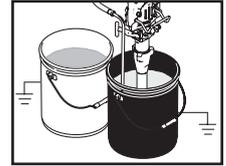

Fig. 16
9. Ruotare la valvola di sicurezza in posizione di scarico. (Fig. 16)
10. Collocare la pompa in un secchio metallico collegato a terra e parzialmente riempito di liquido di lavaggio. Collegare il filo di terra al secchio e alla terra vera. Eseguire i passaggi da 1 a 5 di "Avviamento" per lavare l'olio di deposito contenuto nello spruzzatore. Usare l'acqua per lavare la vernice a base acquosa e l'alcool minerale per lavare la vernice a base oleosa e l'olio di deposito (Fig. 16).